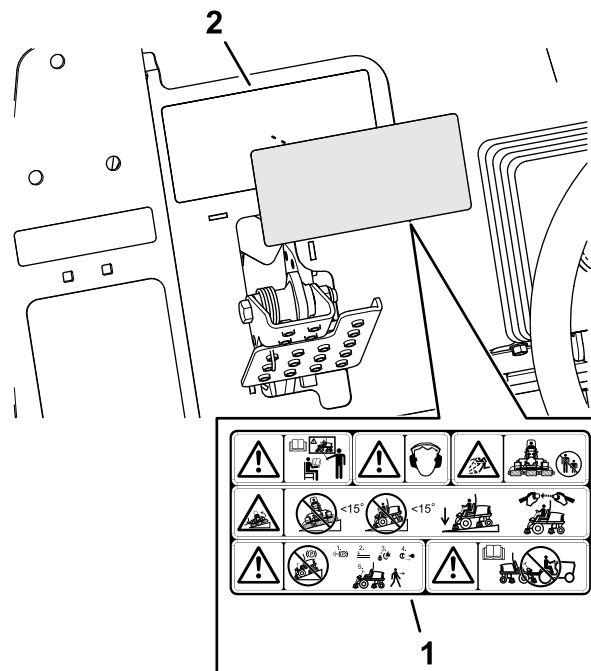

Figura 40
1. Utilize álcool e um pano limpo para limpar a superfície do autocolante de aviso 133-2930 e deixe o autocolante secar (Figura 40).